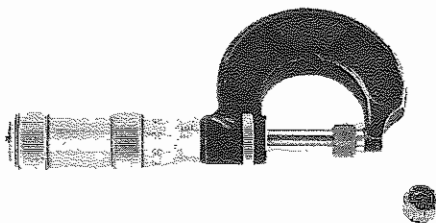

Fig. 8
- Estrarre i bicchierini comando valvole con l'aiuto di una calamita. Asportare le pastiglie di regolazione del gioco e controllarne con un micrometro lo spessore (**Fig. 8**).
- Take out, with the help of a magnet, valve control bowls. Remove clearance adjustment pads and check their thickness with a micrometer gauge (**Fig. 8**).